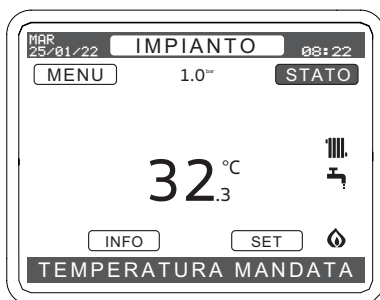

Figura 2.4
- Premere il tasto (∨) per spostarsi nel campo "STATO" Figura 2.4.